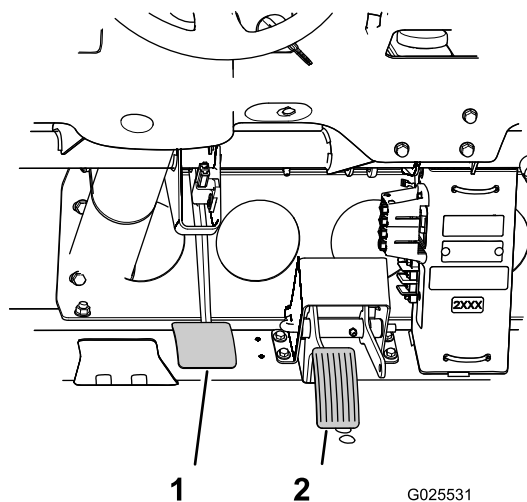

Рисунок 80
- Поднимайте педаль тормоза, (Рисунок 80) пока она не коснется рамы.